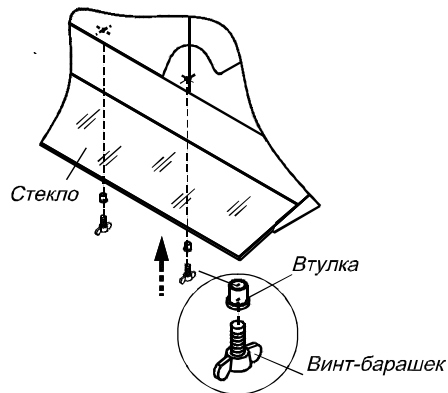

РИС. 7
6.5. Крепление стекла (рис. 7).